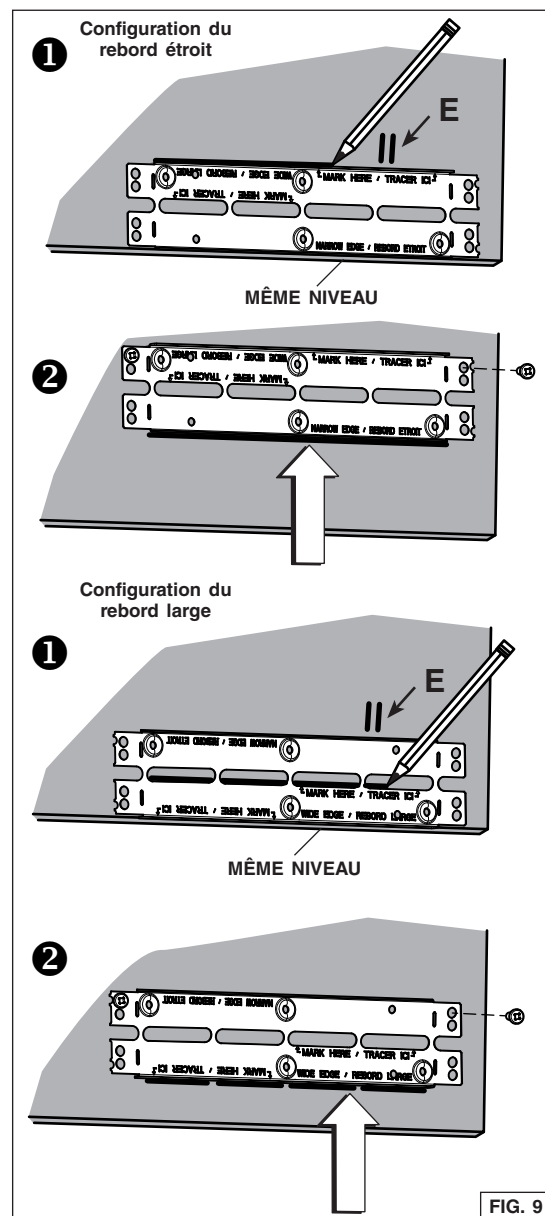

FIG. 9
4. Repérer les crochets *Ease of Install* sur l'appareil (distance donnée à partir du rebord avant, FIG. 8). Insérer temporairement l'appareil dans l'armoire et tout en retenant l'appareil, marquer sur les deux côtés de l'armoire l'emplacement des crochets *Ease of Install* (illustré en E dans la FIG. 9 en page suivante). Retirer l'appareil.
5. Installer les supports d'armoire comme suit (FIG. 9) :
- ❶ Placer le support au même niveau que le bas du panneau droit de l'armoire, en centrant la marque de l'emplacement des crochets (E) entre les trous en relief inférieurs. Pour la configuration du rebord étroit, tracer une ligne sur le dessus du support. Pour la configuration du rebord large, tracer une ligne à la base des fentes centrales.
- ❷ Monter le support au même niveau que la ligne tracée. Fixer le support au panneau de côté de l'armoire à l'aide de 2 vis à bois n° 8 x 5/8 po (incluses dans le sac de pièces) dans les trous supérieurs.